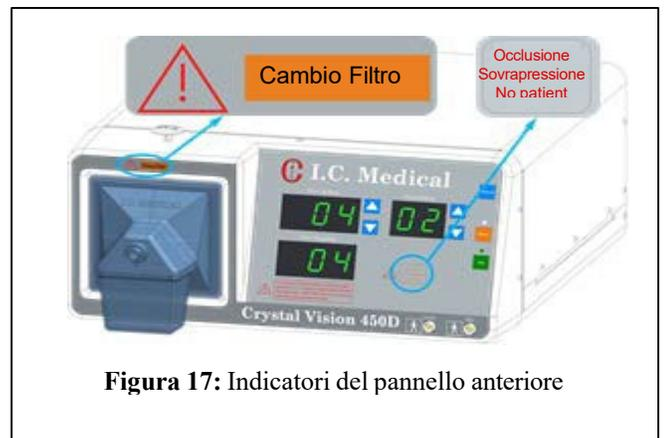

Figura 17: Indicatori del pannello anteriore
10. L'indicatore del CAMBIO FILTRO si trova sopra il filtro stesso (Figura 17). Si illumina quando c'è un flusso ridotto nel CRYSTAL VISION®. Il filtro ULPA idrofobico SAFEGUARD BLUE® con "Fluid Trap" incorporata dovrebbe essere cambiato quando la spia suddetta si accende. Non cercare di pulire o riutilizzare il filtro ULPA idrofobico SAFEGUARD BLUE® con "Fluid Trap" incorporata. Smaltire il filtro ULPA idrofobico SAFEGUARD BLUE® con Fluid Trap incorporata secondo i protocolli locali per lo smaltimento dei rifiuti biologici. L'indicatore si accende anche in caso di occlusione totale. Quando si accende anche l'indicatore OCCLUSIONE, assicurarsi di eliminare l'ostruzione che l'ha causata e successivamente controllare l'indicatore CAMBIO FILTRO. Se questo è ancora acceso e l'indicatore OCCLUSIONE non lo è, il filtro ULPA idrofobico SAFEGUARD BLUE® con Fluid Trap incorporata deve essere cambiato.
11. L'OCCLUSIONE indica che il flusso nel CRYSTAL VISION® si è interrotto (Figura 17). A questo punto si accende anche la spia CAMBIO FILTRO. L'operatore deve controllare la presenza di tubature piegate, rubinetti chiusi, e insufflatori intasati, oltre che controllare la scadenza dei filtri larghi in uscita al carbonio di cocco e la presenza di filtri ULPA idrofobici SAFEGUARD BLUE® con "Fluid Trap" incorporata completamente ostruiti. Per evitare guasti, la pompa CRYSTAL VISION® non si attiva quando la spia è accesa.
12. La SOVRAPRESSIONE indica che la pressione nello pneumoperitoneo (Figura 17) supera i 27 mmHg. A pressioni sopra i 30 mmHg, si avvia la pompa a vuoto per ridurre la pressione nello pneumoperitoneo. Questa situazione può essere causata da molti fattori. Frequentemente, il chirurgo preme sull'addome e questo dovrebbe aumentare la pressione intraddominale. Correggere la causa di questo prima di continuare.
13. L'indicatore "NO PATIENT" (Figura 17) si accende quando il CRYSTAL VISION® è in MODALITA' LAP, e quando è presente una pressione zero, o una pressione atmosferica nel filtro ULPA idrofobico SAFEGUARD BLUE® con la Fluid Trap incorporata. Il set di tubi potrebbe non essere connesso alla guaina Trocar o al filtro ULPA idrofobico SAFEGUARD BLUE® con Fluid Trap incorporata; la valvola sulla guaina Trocar potrebbe essere chiusa; o il filtro ULPA idrofobico SAFEGUARD BLUE® potrebbe non essere attaccato al connettore del filtro ULPA idrofobico SAFEGUARD BLUE® con Fluid Trap incorporata.